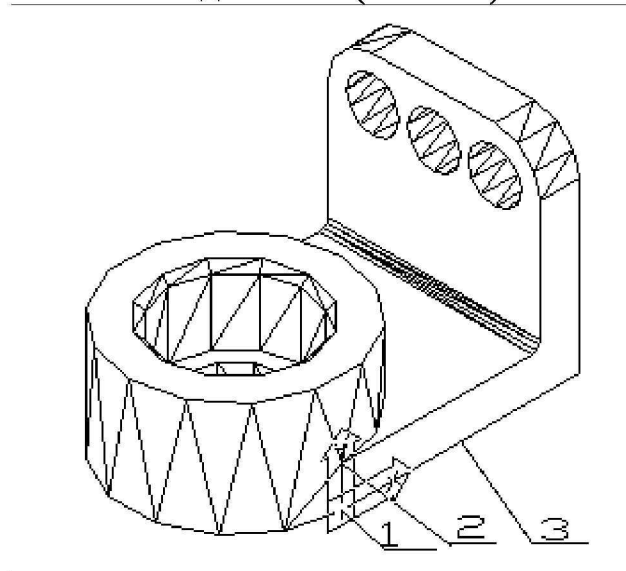

Рис. 5
Порядок формирования графических изображений чертежа по модели, представленной на рис. 5.
Задайте новое положение точки начала осей <0,0,0,> end of (укажите привязку *к концу*). Укажите точку поз.1 (см. рис. 5).
8. Получить на чертеже необходимые графические изображения по созданной пространственной модели (см. рис. 5).